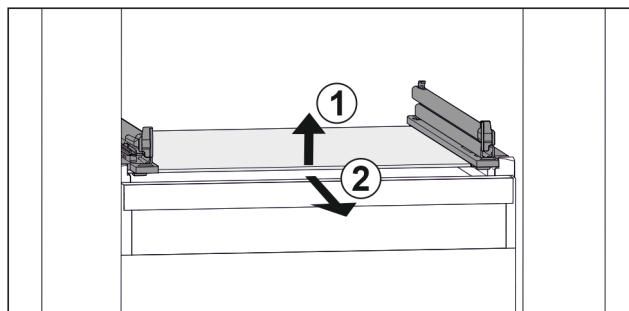

Fig. 71 Reprezentare exemplificativă a plăcii de sticlă
- ▶ Ridicați placa de sticlă din față. Fig. 71 (1)
- ▶ Extrageți placa de sticlă spre înainte. Fig. 71 (2)